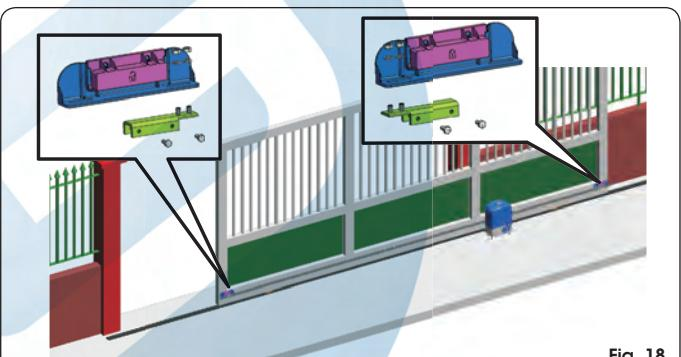

Fig. 18
L'opérateur est muni d'un fin de course magnétique qui commande l'arrêt du mouvement du portail au moment où l'aimant, fixé dans la partie supérieure de la crémaillère, active le capteur. Les aimants fournis avec l'opérateur sont spécialement polarisés et actionnent uniquement un contact du capteur, le contact de fermeture ou le contact d'ouverture. Sur l'aimant qui actionne le contact de portail ouvert est reproduit un cadenas ouvert, vice versa sur l'aimant qui active le contact de portail fermé est reproduit le symbole d'un cadenas fermé (voir Fig. 18).
① Assembler les deux aimants d'après la figure 18.